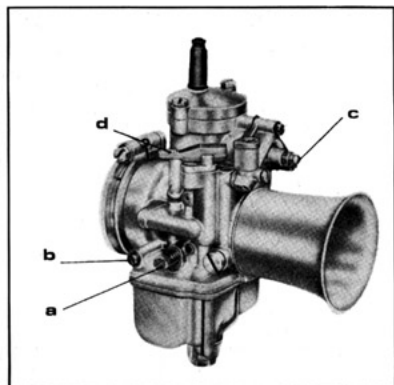

Fig. 37
Prendono la denominazione PHF/32/AD quando hanno la vite di regolazione a Destra (guardando il carburatore dalla parte della presa d'aria), oppure PHF/32/AS se hanno la vite a Sinistra. La fig. 37 mostra un carburatore PHF/32/AS.
They are named PHF/32/AD when with R.H. adjusting screw (looking at the air intake side carb.), or PHF/32/AS when with L.H. adjusting screw. Fig. 37 shows a PHF/32/AS carb.
a) **Minimo** (vedi fig. 37)
a) **Idling** (see Fig. 37)
4) **USO****Avviamento** (vedi fig. 37)
4) **USE****Starting** (see fig. 37)